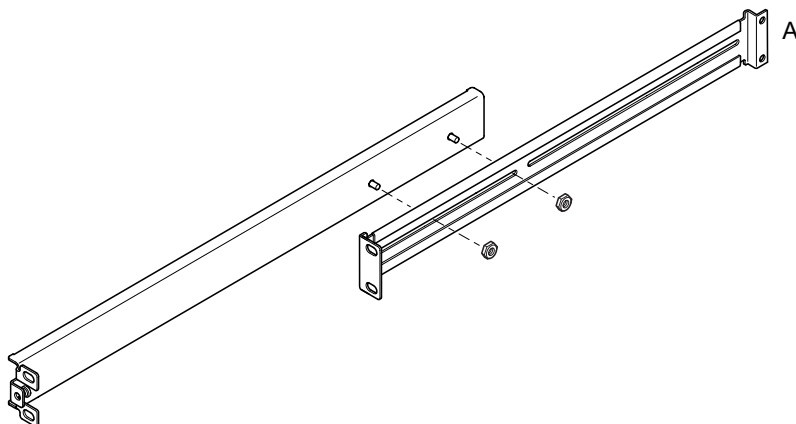

РИС. 5-2 Расположение раздвижных держателей при установке в стойку Sun StorEdge высотой 72 дюйма
- При установке в стойку Sun высотой 72 дюйма (шириной 19 дюймов) деталь с двумя отверстиями (А) должна располагаться сзади (см. РИС. 5-2).